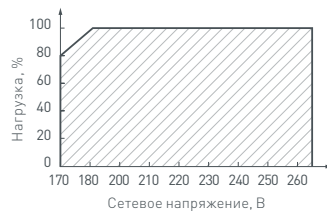

Рис. 3. Максимальная допустимая нагрузка, от сетевого напряжения.
- 4.6. При эксплуатации источника питания при пониженном входном напряжении мощность подключенной нагрузки должна быть уменьшена. График зависимости максимальной допустимой нагрузки на источник питания от входного сетевого напряжения показан на Рис. 3.